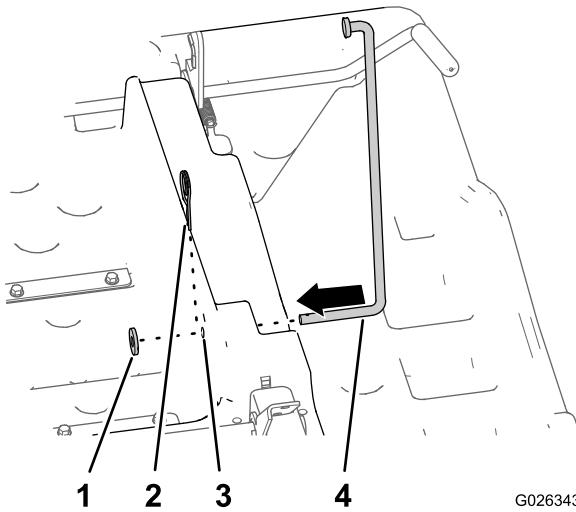

Bild 13
1. Stecken Sie das lange Ende der Stützstange unten rechts an der Staubox durch das horizontale Loch (12,7 mm) (Bild 13).
2. Fluchten Sie eine Scheibe (1/2") über dem langen Ende der Stützstange aus und befestigen Sie die Stange mit einem Splint an der Ladepritsche (Bild 13).